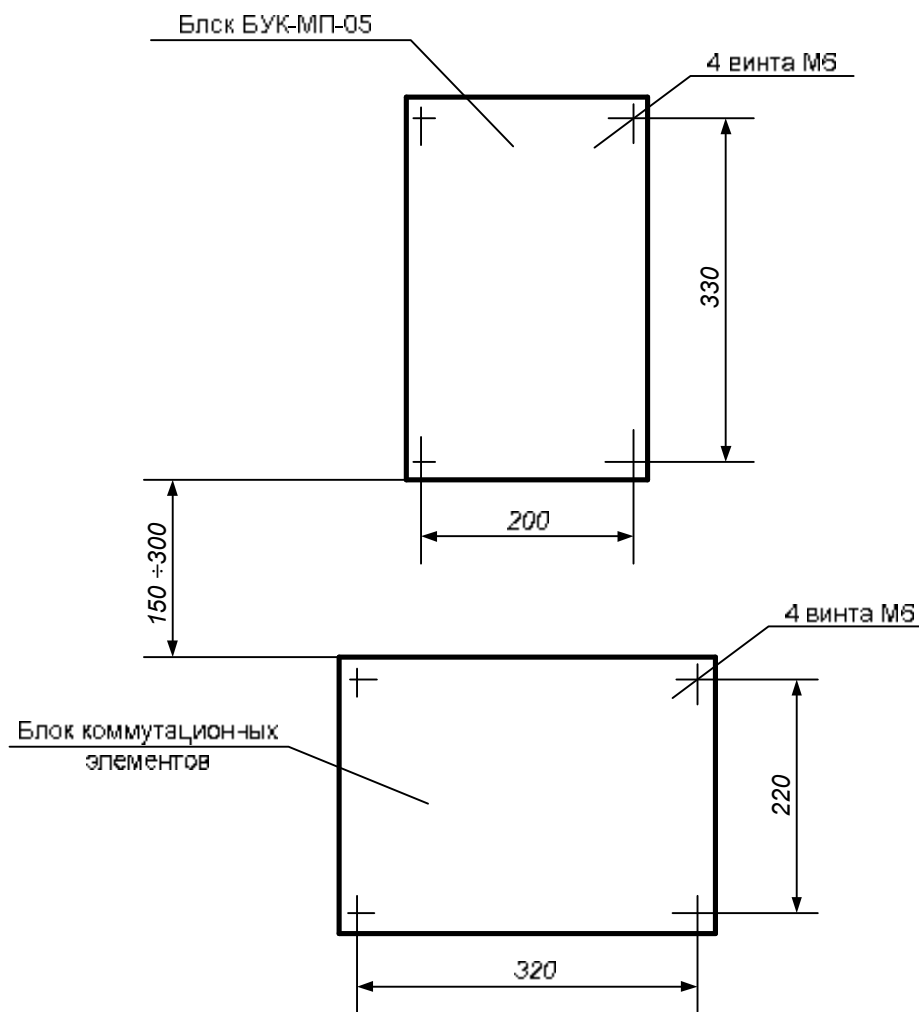

Рисунок 1. Разметка под установку блока БУК-МП-05 и блока коммутационных элементов.
2.2.1. Блок **БУК-МП-05** устанавливается на вертикальной плоскости (щите) на высоте 1500-1700 мм от уровня пола. Блок коммутационных элементов (для подключения внешнего монтажа) располагается на расстоянии 150 – 300 мм ниже блока (см. рисунок 1).